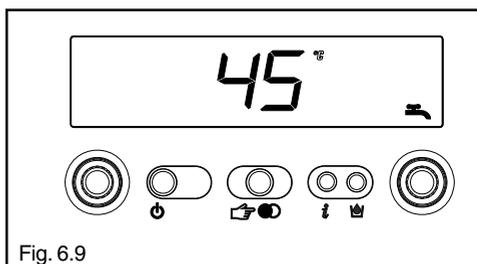

Fig. 6.9
- 4 visualizza la temperatura sanitario settata (fig. 6.9)